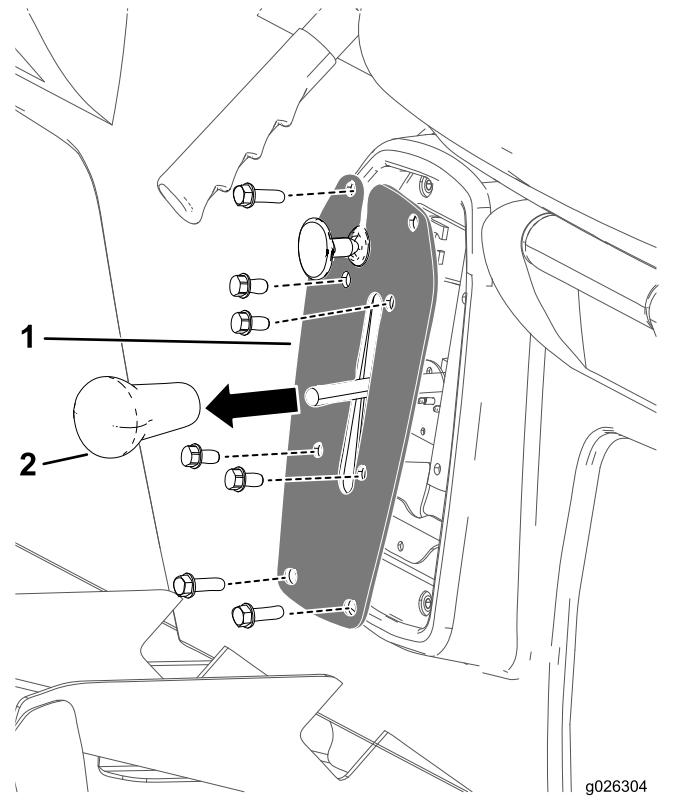

Figura 40
1. Retire o manípulo da alavanca das mudanças (Figura 40).
2. Retire os 4 parafusos que prendem a placa das mudanças ao suporte das mudanças (Figura 40).
3. Retire os 4 parafusos que prendem a placa das mudanças à base do banco e retire a placa das mudanças (Figura 40).
4. Enrosque o manípulo da alavanca das mudanças e aperte o manípulo à mão (Figura 40).